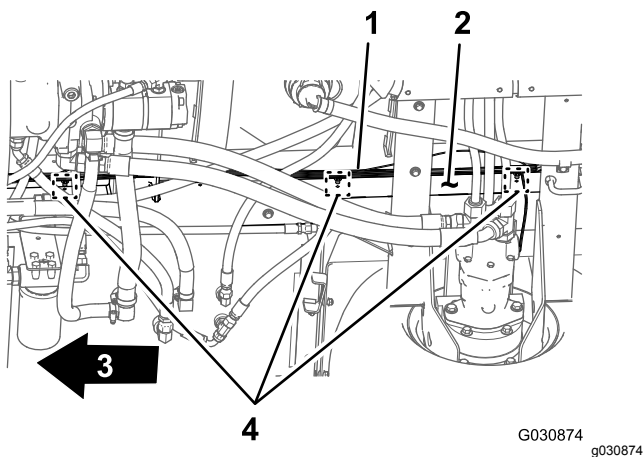

Рисунок 35
3. Снимите три фиксатора «елочного типа», которые крепят задний жгут проводов к отверстиям в правой трубе рамы машины (Рисунок 35).